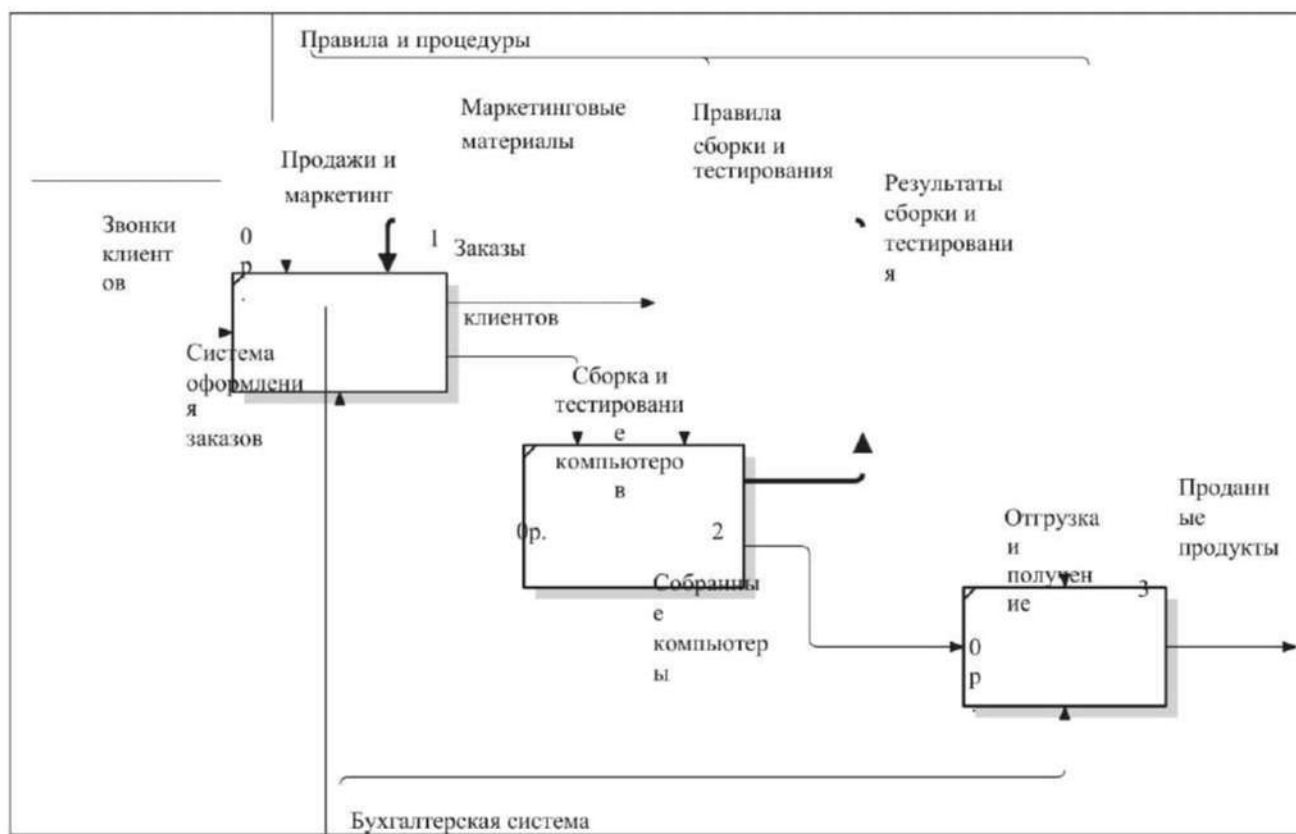

Рис. 2.7. Результат выполнения лабораторной работы № 2 — диаграмма A0
10. Создайте новую граничную стрелку выхода «Маркетинговые материалы», выходящую из работы «Продажи и маркетинг». Эта стрелка автоматически не попадает на диаграмму верхнего уровня и имеет квадратные скобки на наконечнике — . Щелкните правой кнопкой мыши на квадратные скобки, из контекстного меню выберите команду Arrow Tunnel, в появившемся окне Border Arrow Editor выберите опцию Resolve it to Border Arrow, щелкните ОК. Для стрелки «Маркетинговые материалы» выберите опцию Trim из контекстного меню. Результат показан на рис. 2.7.